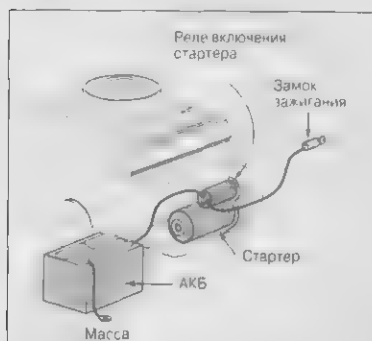

Рис. 4.1. Система запуска двигателя
1. Поворачивая ключ в замке зажигания в положение "Start", вы замыкаете цепь, по которой ток течет от **аккумуляторной батареи (АКБ)** к **стартеру** через **тяговое реле стартера** (рис. 4.1).